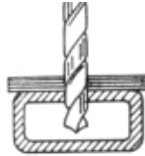

Fig. 2 – fure o material a ser rebitado
- a) Fure o material a ser rebitado utilizando uma broca com diâmetro 0,1 mm maior que o diâmetro do corpo do rebite (fig 2);